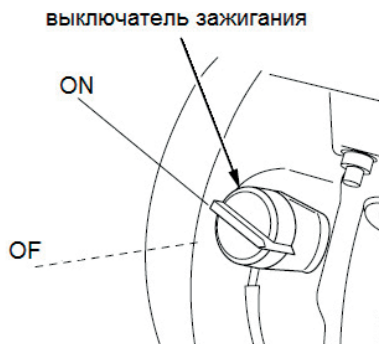

рис. 8
- Поставьте выключатель зажигания в положение «ВКЛ» (Рисунок 8)